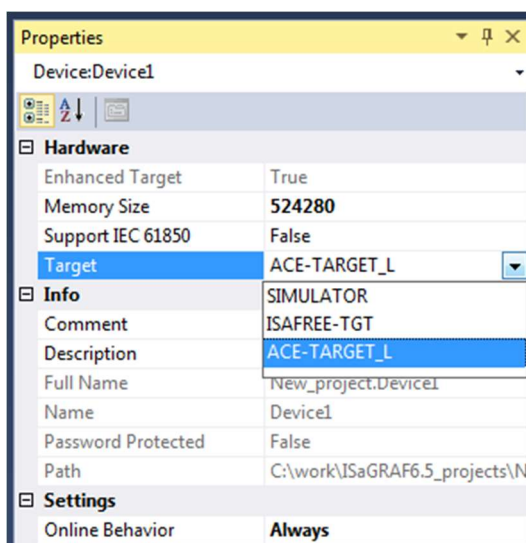

Рисунок 5 – Применение импортированного tdb-файла
5). Для применения импортированного tdb-файла следует выбрать в дереве проекта устройство, и в окне «Properties» в секции «Hardware» для параметра «Target» выбрать «ACE-TARGET\_L» (см. Рисунок 5). В ходе применения новых настроек будет выведено окно с перечнем отличий между старыми и новыми параметрами, для окончательного применения параметров следует нажать кнопку «Yes».